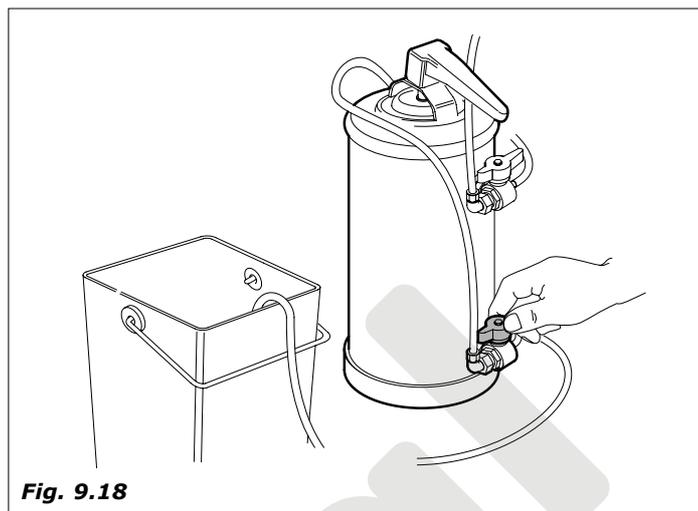

Fig. 9.18
- Girar el grifo inferior habiendo tenido la precaución de colocar el tubo del grifo inferior en el cubo (Fig.9.18).